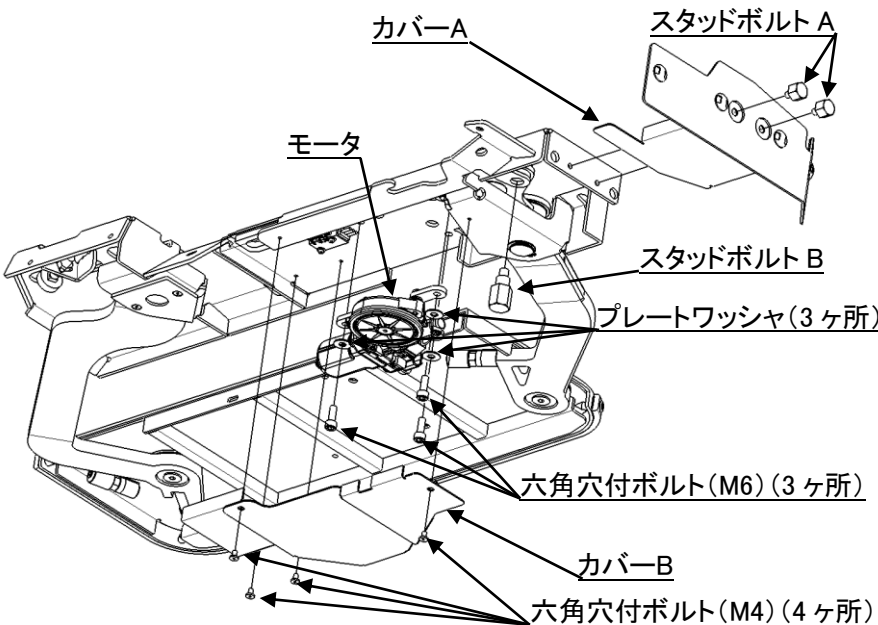

図 11
6.ステアA のシャフトがステアB の切欠きの終わりにあることを確認してから、スタッドボルト B を締め付けてください。(図 11、13)
7.ハーネスを挟まないように注意して、モータを六角穴付ボルト (M6)(3ヶ所)で取り付けてください。(図 11、14)
8.ホースをカバーB の通し穴に通してからカバーB を六角穴付ボルト (M4) (4ヶ所)で取り付けてください。(図 11、15)
9.カバーA をスタッドボルト A (2ヶ所)で取り付けてください。(図 11)